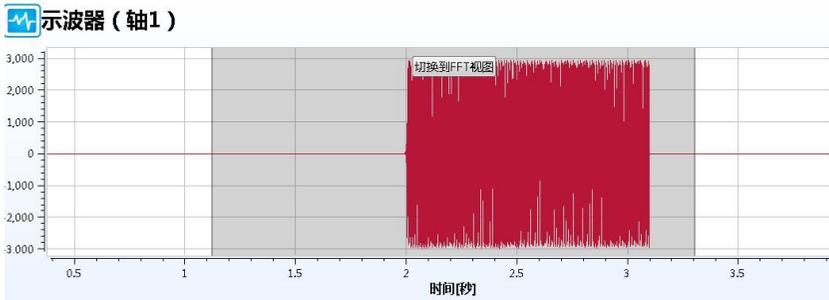

图 5-23 FFT 视图显示界面
②此时弹出如下界面，如下图 5-23，点击“切换到 FFT 视图”。